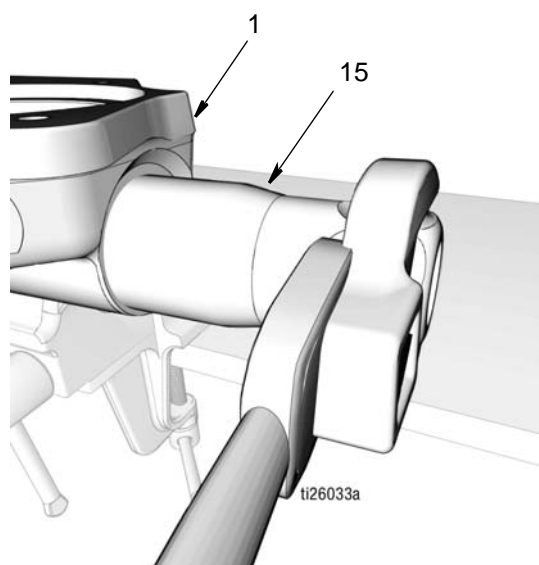

Рис. 44
- с. Вкрутите выпускной обратный клапан (15) в основание насоса (1) (Рис. 44). Надежно затяните. Затем затяните с усилием 50 - 55 футофунтов (67.8 - 74.5 Н•м).